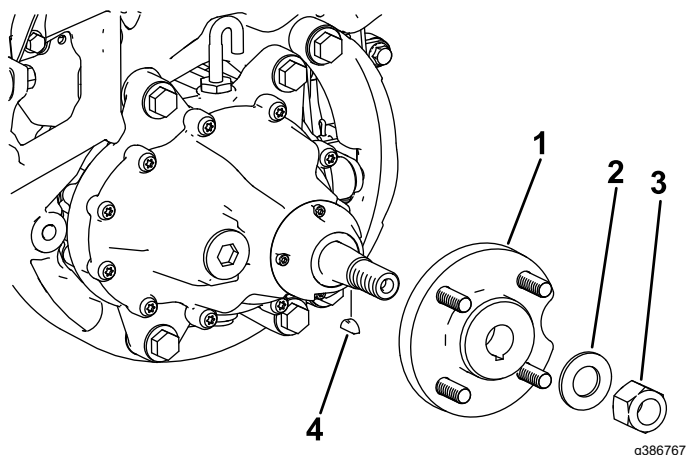

Рисунок 2
3. Снимите ступицу колеса, отвернув соответствующую контргайку с шайбой со ступицы (Рисунок 2).
4. Снимите сегментную шпонку (Рисунок 2).